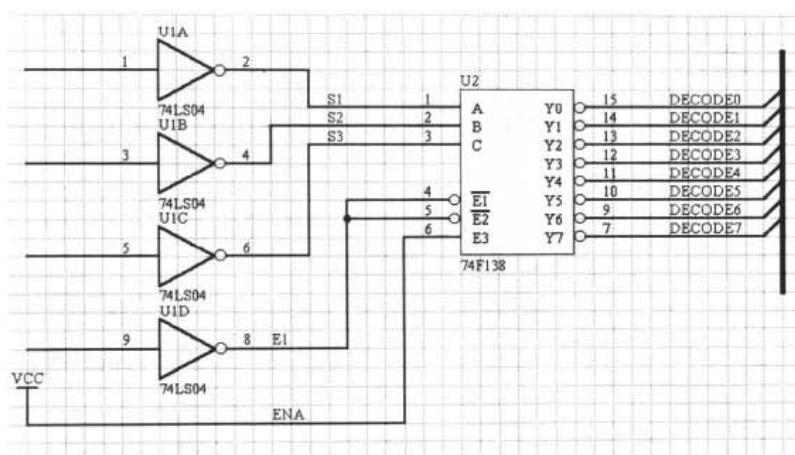

图 4-40 放置网络标号实例
- (1) 执行菜单命令 Place|Net Label, 或用鼠标左键单击电路绘图工具栏 Place Net Label 按钮 , 或按下 Alt+P+N 键, 即进入放置网络标号的状态。
- (2) 执行命令后, 光标形状变成了十字形状, 并附上了一虚框浮动的网络标号, 按下空格键改变网络标号的放置方向。
- (3) 移动十字光标到适当位置, 单击鼠标左键或按下 Enter 键放置一个网络标号。
- (4) 此时系统仍然处于放置网络标号状态, 可以继续放置其他网络标号, 或者单击鼠标右键, 或按下 Esc 键弹出放置网络标号状态。第一次使用 Protel 99 SE 时, 默认的网络标号为 NetLabel1, 第二次放置的网络标号为 NetLabel2, 依此类推。放置网络标号的过程中, 可以使用网络标号属性设置对话框随时更改网络标号。如果所定义的网络标号的最后一位或几位是数字, 在下一次放置网络标号时, 网络标号最后的数字将自动加 1, 如图 4-40 所示。